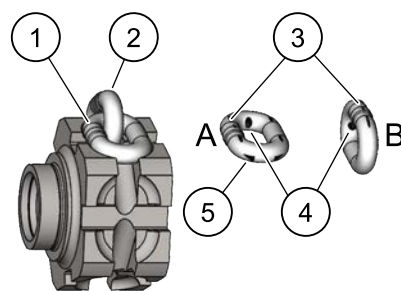

Figure 7. Zones d'usure de la chaîne
3. Détendre la partie de la chaîne qui passe normalement au-dessus de la roue de levage (pignon). Examiner l'usure des maillons de la chaîne (cf. Fig. 7). Si le diamètre du fil à n'importe quel endroit du maillon est inférieur à 90 % du diamètre nominal du fil, remplacez la chaîne.